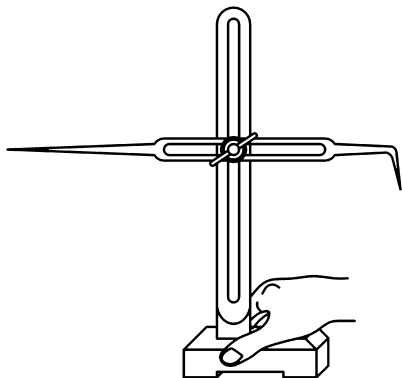

图 3-16 普通划线盘的握法
(3) 普通划线盘的握法。用右手的大拇指与其他四指相对捏住底座两侧即可,如图 3-16 所示。